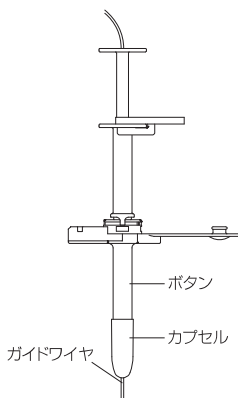

図6
2. ボタンのカプセル先端をガイドワイヤの後端から通し、瘻孔の付近まで挿入する。（図6）